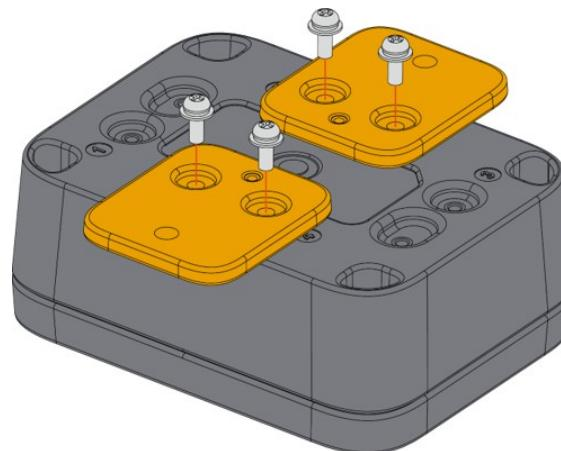

Abbildung 17: Befestigung der Wandhalterung am Gehäuse
2. Befestigen Sie die mit dem Buchstaben **D** gekennzeichneten Wandhalterungen mit vier (4) M3*8-mm-Kopfschrauben mit Unterlegscheibe am WisBlock Unify-Gehäuse. Platzieren Sie sie an den festen Positionen Nr. **1 und 3** oder Nr. **2 und 4** des Gehäuses, wie in **Abbildung 17** dargestellt.